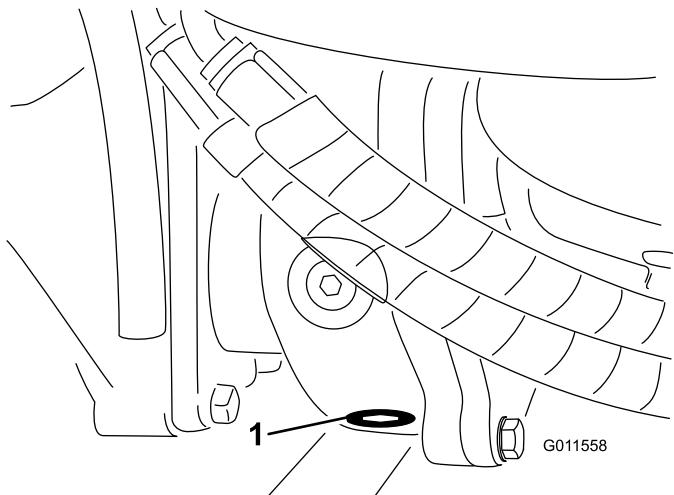

**Рисунок 108**
- Снимите пробку контрольного/заливного отверстия с левой стороны редуктора и убедитесь, что масло доходит до нижней кромки отверстия (Рисунок 108).